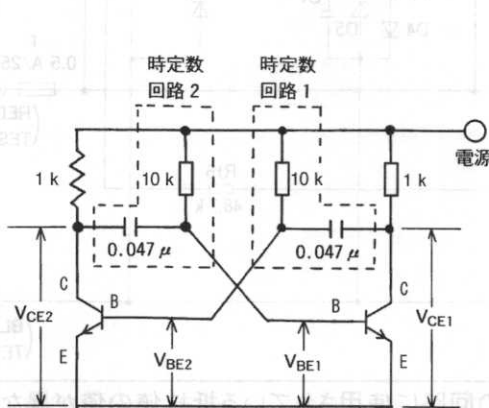

図2
この回路は2個のトランジスタと抵抗・コンデンサなどを利用して、ある一定の周期でトランジスタがそれぞれ、ON、OFFを繰り返すことによって方形波(図3)を出力することができます。KIT-8Dでは、この回路を用いて、ブザーを振動させるための発振回路として利用しています。簡単にそのしくみを図2および図3で説明しますと、片側のトランジスタ(以下Trとする)がOFFの状態では、もう一方のTrは10 kΩベース抵抗によりベース電流が流れ、ONの状態を保ちます。しかしOFF側のTrに接続されているコンデンサは、同じくOFF側に接続されている抵抗を通して放電されつつあります。
- ② ブザーエレメントから出ているリードを取付部分の切れ込み側に向くようにして振動板を入れ、浮き上がらないように軽く押さえつけます。このとき、Fig 2のように接着剤があふれて振動板の上に落ちる形が理想です。